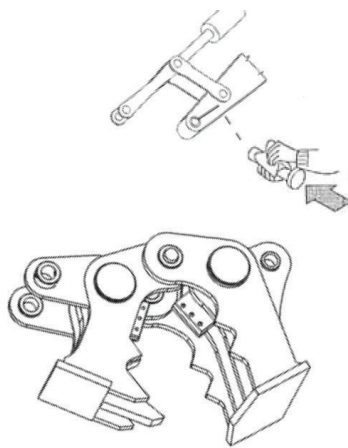

Рис. 5.4.2
- Вставьте первый штифт, проверив выравнивание, и зафиксируйте его предохранительными элементами (винтами, шплинтами и т.д.) (Рис. 5.4.2).